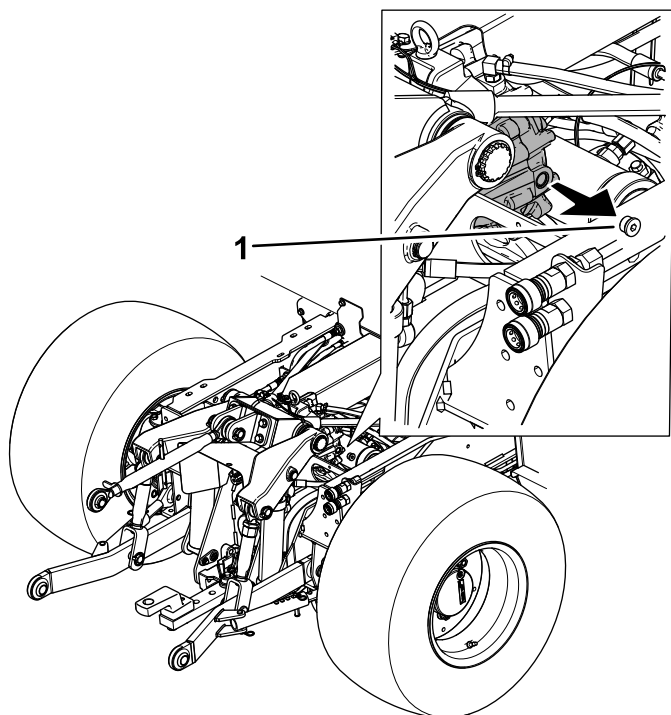

Figure 107
2. Enlevez le bouchon du regard dans le boîtier d'engrenages de la PDF arrière (Figure 107).